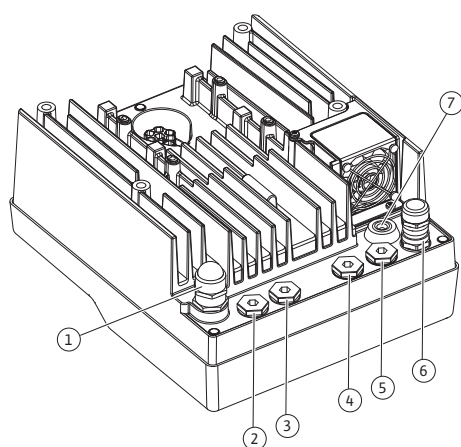
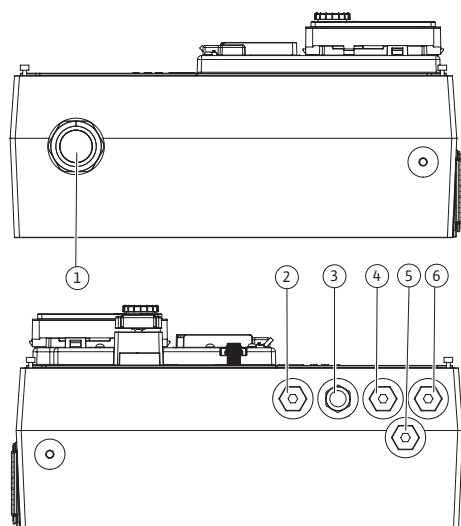

Fig. 21: Passe-câbles à vis/Passe-câbles
Fig. 22: Passe-câbles à vis/Passe-câbles
Le module électronique (Fig. 21) comporte six passe-câbles pour la boîte à bornes. Le câble d'alimentation électrique du ventilateur électrique est monté en usine sur le module électronique.
Un côté du module électronique (Fig. 22) comporte cinq passe-câbles pour la boîte à bornes. De l'autre côté se trouve le passe-câble pour l'alimentation électrique.
Des passe-câbles à vis avec joints d'étanchéité pour les passe-câbles 2 ... 5 (Fig. 21 et Fig. 22) sont fournis en kit avec le produit.
4. Faire passer le câble de raccordement par le passe-câbles à vis M25 (Fig. 21, pos. 1, pour 0,37 kW ... 7,5 kW).
Faire passer le câble de raccordement par le passe-câbles à vis M40 (Fig. 22, pos. 4, pour 11 kW ... 22 kW).